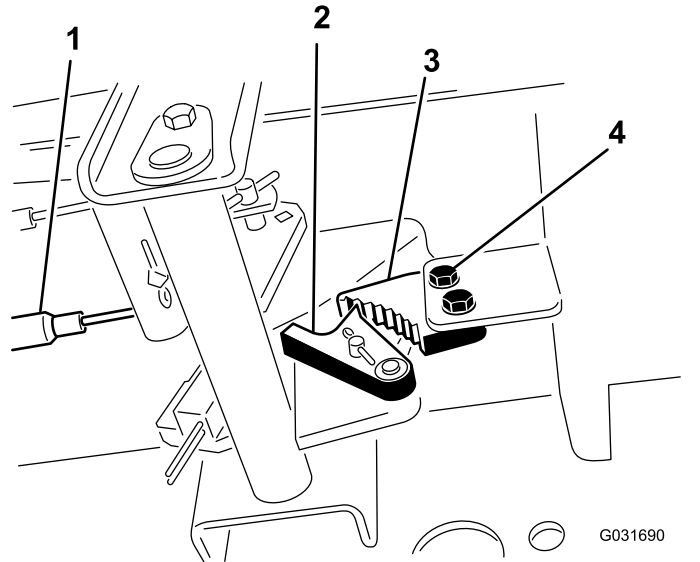

図 53
1. 駐車ブレーキのツメをフレームに固定しているねじ2本をゆるめる図 53。
2. ブレーキのツメが戻り止めに完全に掛かるまで駐車ブレーキペダルを前に踏み込む(図 53)。